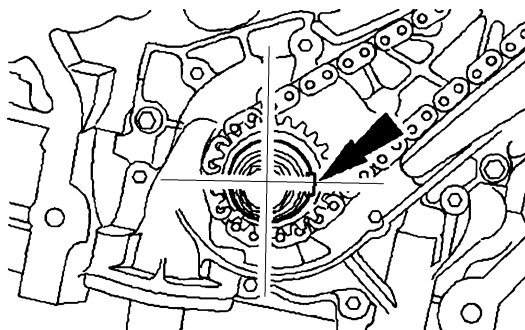

图 11-29 将曲轴键槽对准 3 点钟位置
16) 顺时针转动曲轴, 使曲轴键槽到达 3 点钟位置, 如图 11-29 所示。